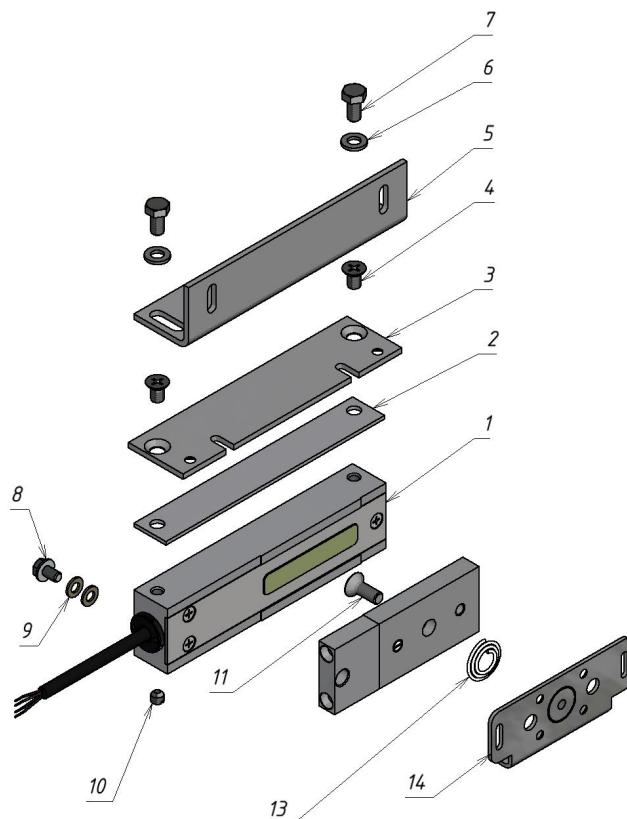
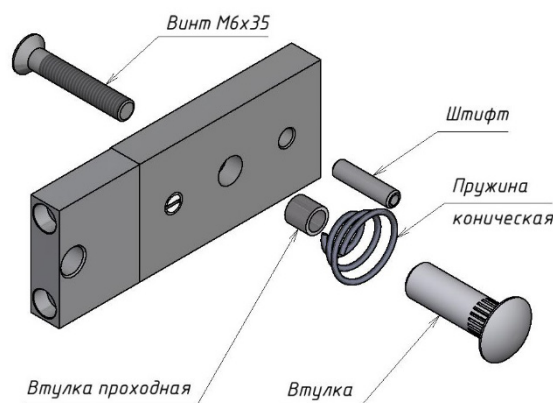

Рисунок 1 – Комплект поставки
Рисунок 2 - Комплект крепления якоря
4.1 В комплект поставки замка входят (рисунок 1):
- корпус M20 (1)..... 1 шт.
- планка узкая M20 (2)..... 1 шт.
- пластина M20 (3)..... 1 шт.
- винт M6x10 потайн. (4)..... 2 шт.
- угольник M20 (5)..... 1 шт.
- шайба 6 (6)..... 2 шт.
- болт M6x12 (7)..... 2 шт.
- винт заземления M5x8 (8)..... 1 шт.
- шайба 5 (латунь) (9)..... 2 шт.
- винт-заглушка M6x6 (10)..... 2 шт.
- винт M6x16 (потайн.) под ключ S4 (11)..... 1 шт.
- якорь M20 (12)..... 1 шт.
- пружина коническая (13) (из комплекта крепления якоря)..... 1 шт.
- кронштейн якоря M20 (14)..... 1 шт.
- комплект крепления якоря (рисунок 2)..... 1 шт.
Замок состоит из корпусной части и якорной части (рисунок 1). Для обеспечения эксплуатационных характеристик рабочие поверхности корпуса и якоря должны быть совмещены и плотно прилегать друг к другу при закрывании двери.
Корпус замка может крепиться при помощи угольника (5) или через монтажную пластину (3) (рисунок 1). Если позволяет конструкция места монтажа, допускается крепление непосредственно через крепежные отверстия в корпусе замка (резьба М6), длина винтов в этом случае определяется по месту, при этом в тело корпуса винты должны входить не более чем на 8мм.
- с помощью комплекта крепления якоря с отверстиями в двери для винта крепления якоря и фиксирующего штифта (рисунок 2);
- без отверстий в двери, с помощью монтажной пластины крепления якоря (12) (рисунок 1).